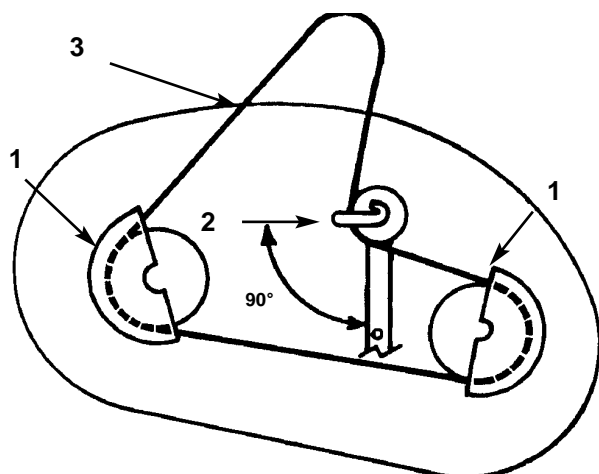
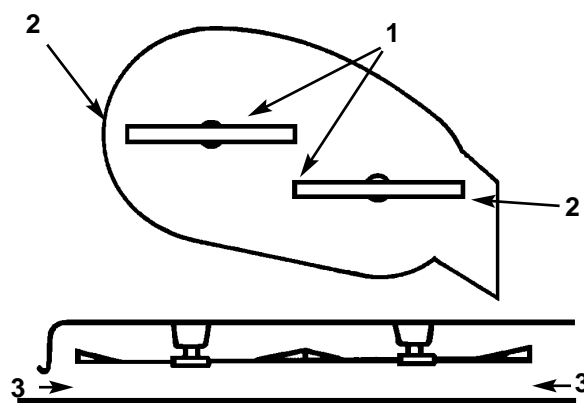

Figure 48
Figure 49
2. Déposer les vis de montage des carters de poulies et déposer les carters des deux poulies de lame (Fig. 48).
3. Desserrer, sans les déposer, le boulon et l'écrou retenant la poulie de renvoi et le guide de la courroie (Fig. 48).
2. Orienter le guide de courroie de la poulie de renvoi vers la gauche, à 90° par rapport au bras de renvoi (Fig. 48). Serrer le boulon de montage le contre-écrou retenant la poulie de renvoi et le guide de courroie.
3. Poser les carters droit et gauche des poulies à l'aide des vis de montage (Fig. 48).
4. Faire tourner doucement la(es) lame(s) côte à côte (Fig. 48). Mesurer la distance entre les arêtes tranchantes extérieures et la surface plane (Fig. 49). Si les deux mesures font plus ou moins de 4,762 mm, un réglage devra être effectué; se reporter aux points 5 et 6.